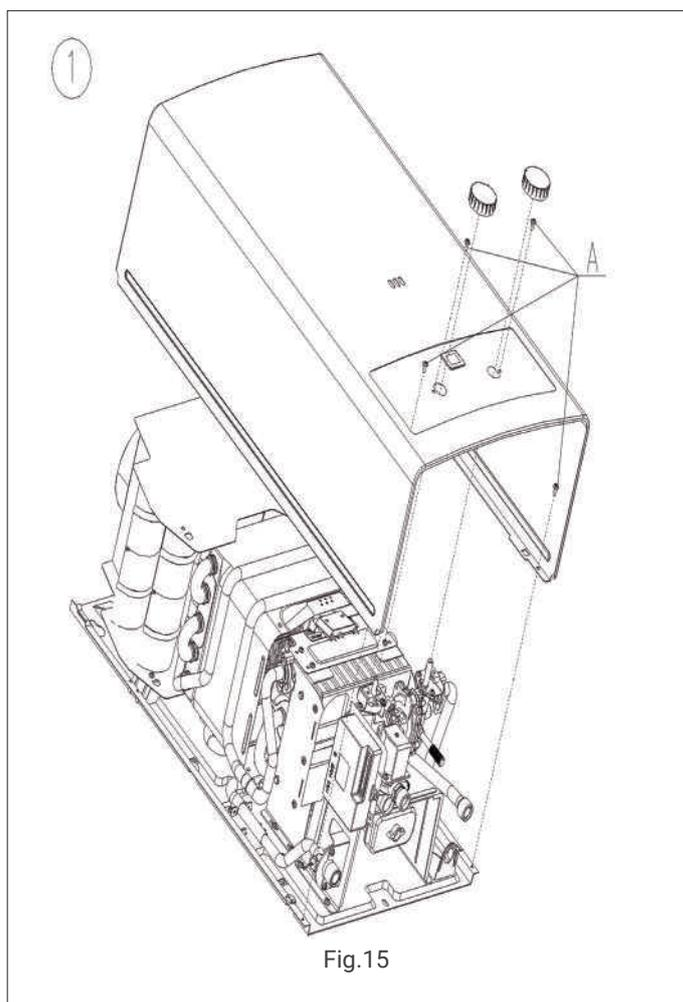

Fig.15
1. Fechar o fornecimento de gás e de água.Retirar os 4 parafusos e o manípulo do painel frontal do aparelho (fig.15, etapa A) e retirar a tampa frontal; o técnico deverá deslocar a tampa frontal para baixo e soltar a ligação do clipe, e depois deslocar para cima para sair do trilho.